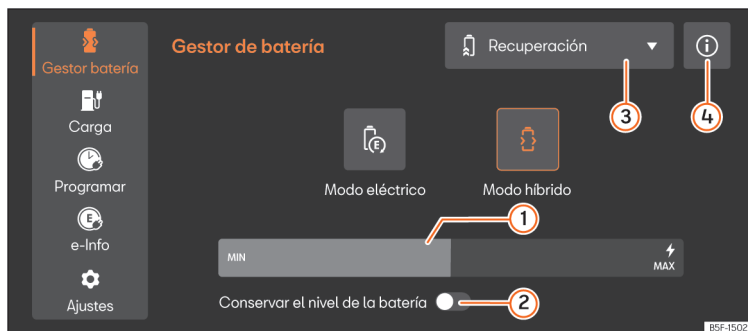

Fig. 121 En el sistema de infotainment: menú Gestor de batería
- Seleccione **Modo eléctrico** o **Modo híbrido** en el sistema de infotainment. Encontrará más información sobre el modo de funcionamiento en ① >>> **fig. 121** ④.
Legenda de la **fig. 121:**